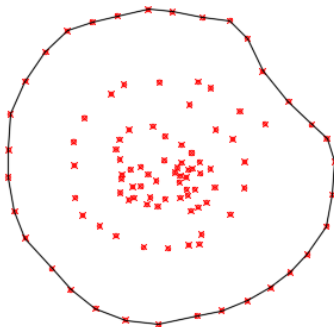

Рис. 32. Создание 3D-полилинии по контуру участка съемки
3. Для этого следует провести замкнутую 3D-полилинию, вершины (вертексы) которой совпадают с границей (крайними точками съемки) поверхности сравнения (рис. 32).